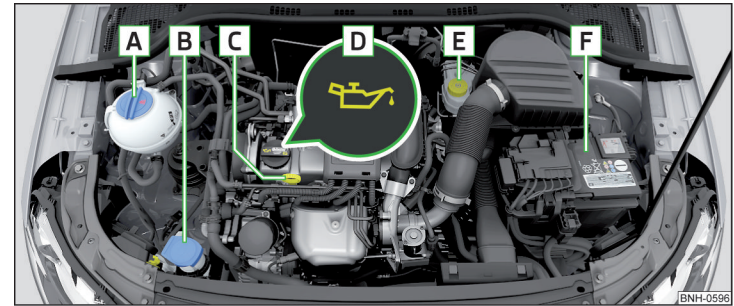

Abb. 146 Anordnungsbeispiel im Motorraum
- Den Deckel der Motoröleinfüllöffnung **D** abschrauben » Abb. 146 auf Seite 133.